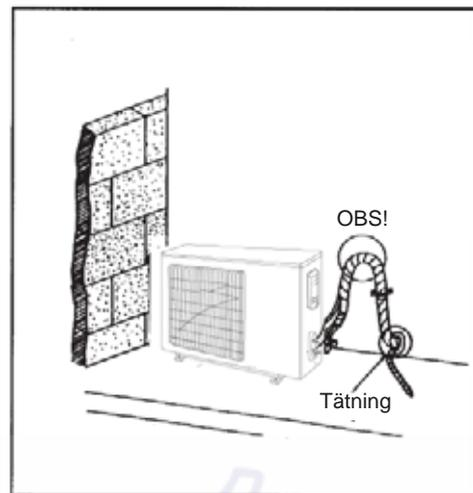

Fig. 16
- 2). Alla rör fästs ihop och tejpas. Gör en upphöjning för att förhindra att vatten leds in i rummet (Se Fig. 16).